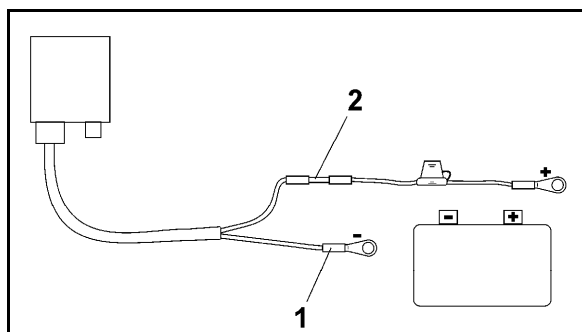

Fig. 5
4. Introducir el conductor de cable azul (masa) en una lengüeta redonda (Fig. 5/1).
6. Introducir el conductor de cable marrón (+ 12 voltios) en el extremo libre del acoplamiento de impulso (Fig. 5/2)
8. Encoger el acoplamiento de impulso (Fig. 5/2) con una fuente de calor (mechero o secador) hasta que se suelte el pegamento